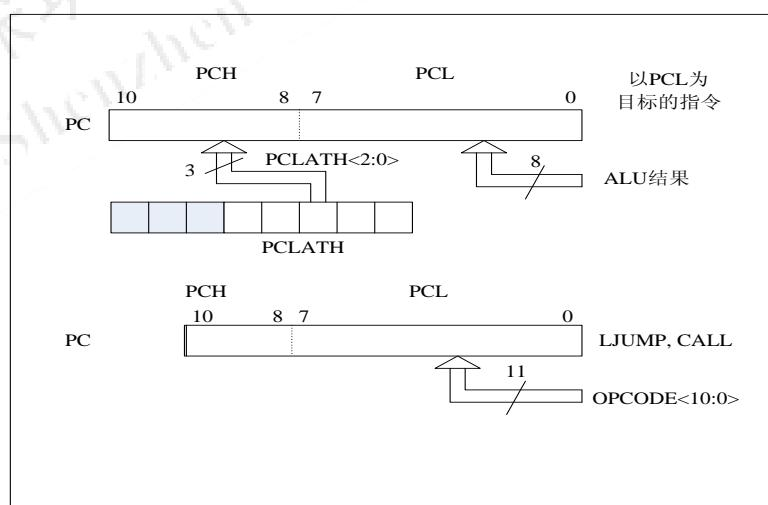

图 2-3: 在不同情况下装载 PC
程序计数器 (PC) 为 11 位宽。其低 8 位来自可读写的 PCL 寄存器，高 3 位 (PC<10:8>) 来自 PCLATH，不能直接读写。只要发生复位，PC 就将被清零。图 2-3 显示了装载 PC 值的两种情形。图 2-3 中上部分的例子说明了在写 PCL (PCLATH<2:0>→PCH) 时是如何装载 PC 的。